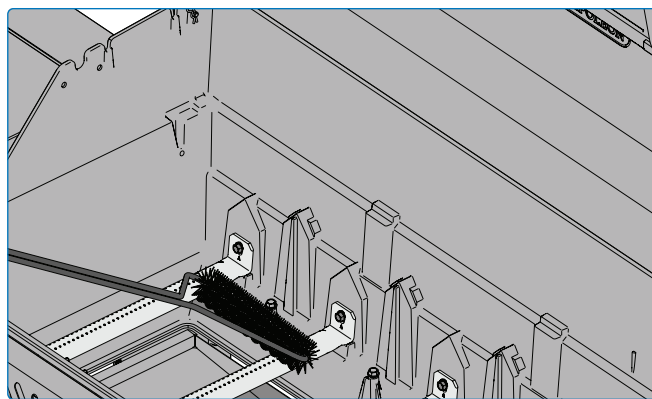

Fig. 21
5. Spazzare tutti i detriti rimasti all'interno del barbecue nella vaschetta raccogli-grasso (**Fig. 21, 22**).